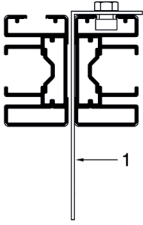

Abb. 12: Montage Tuchstützdrahtwinkel mit Führungsschiene
- » Montieren Sie den Tuchstützdrahtwinkel (1 - Abb. 12) wie abgebildet auf eine der mittleren Führungsschienen, in der Mitte des Markisenausfalls (siehe 1 - Abb. 12).